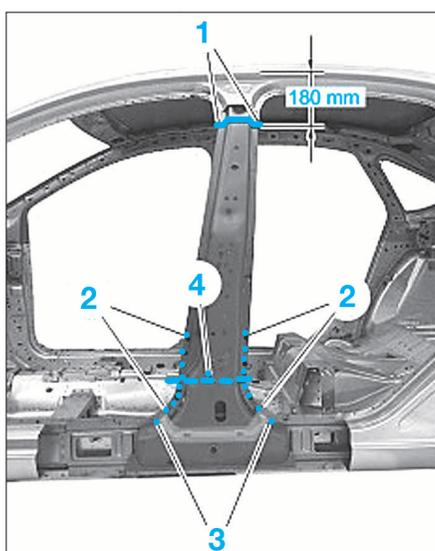

FIG. 55
- Découper le renfort de pied milieu suivant la ligne de coupe (1) (Fig.55).